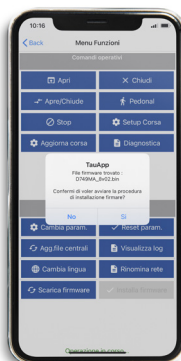
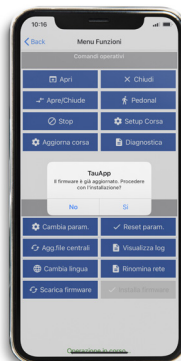

fig. 24
fig. 25
4. Confermare di voler procedere all'installazione dell'aggiornamento firmware (fig. 24) e successivamente di installare l'aggiornamento sulla centrale (fig. 25).